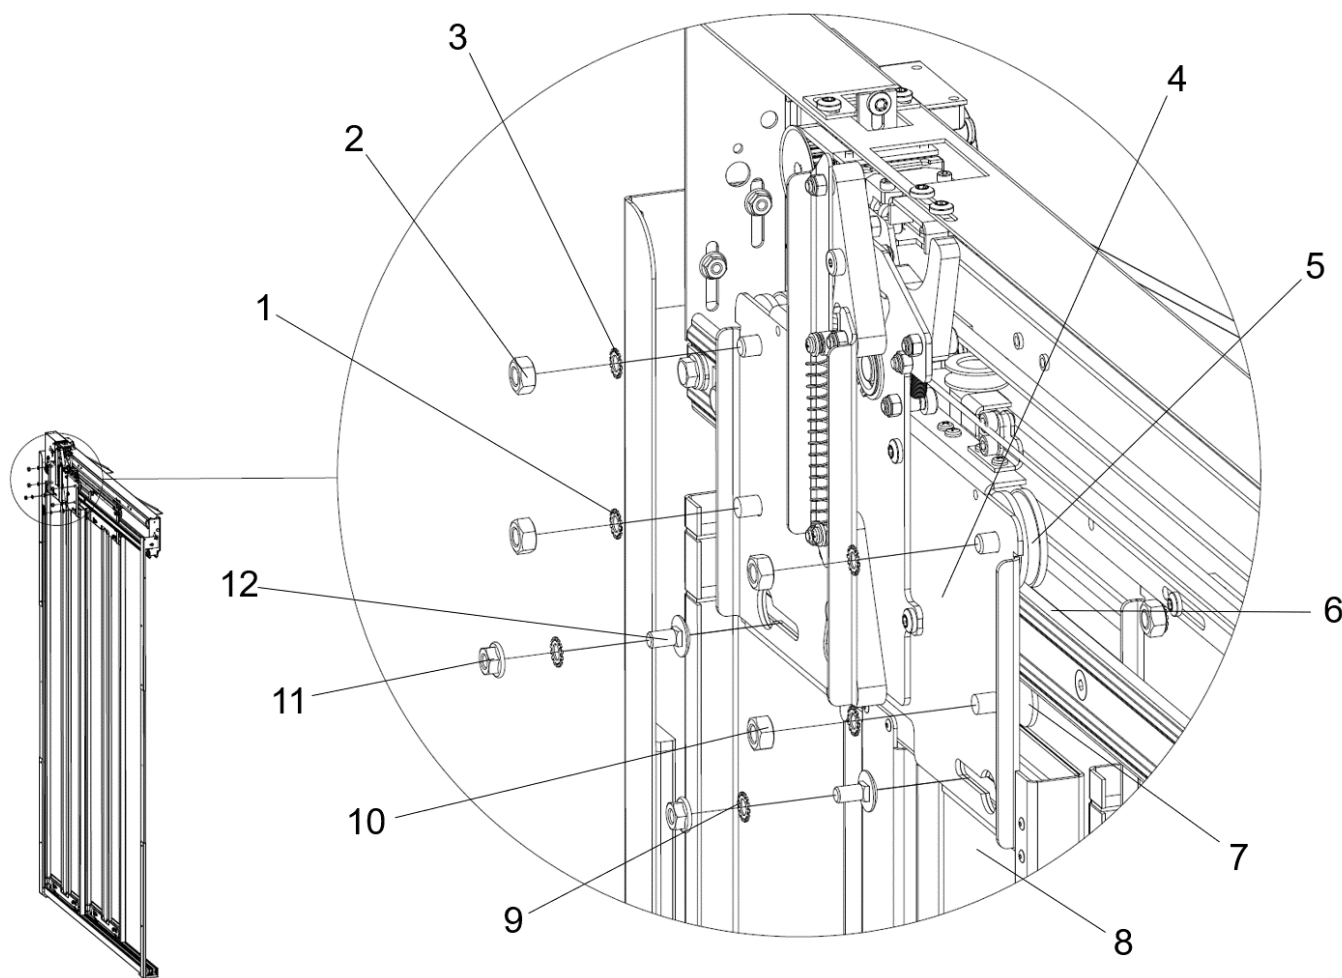

Fig. 49 Udskiftning af ruller
2. Fjern de møtrikker (11), spændeskiver (9) og bolte (12), som holder dørpanelet (8) til dørpanelophængspladen (4), og afmonter dør panelet fra dørpanelophængspladen, se Fig. 49.